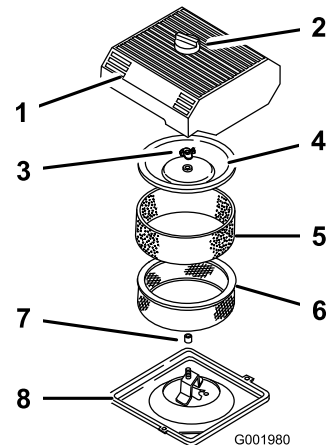

Bild 42
3. Reinigen Sie den Bereich um den Luftfilter herum, um zu verhindern, dass Schmutz in den Motor fällt und Schäden verursacht (Bild 42).
4. Lösen Sie das Handrad an der Luftfilterabdeckung und nehmen Sie die Abdeckung ab (Bild 42).
- Schieben Sie das Schaumelement vorsichtig vom Papierelement (Bild 42).
- Schrauben Sie die Abdeckungsmutter ab und nehmen Sie die Abdeckung und das Papierelement ab (Bild 42).
- Schieben Sie den Schaumeinsatz vorsichtig auf den Papierluftfiltereinsatz (Bild 42).
- Schrauben Sie die Abdeckungsmutter mit der Hand auf der Abdeckung fest (Bild 42).
- Montieren Sie die Luftfilterabdeckung und das Handrad (Bild 42).